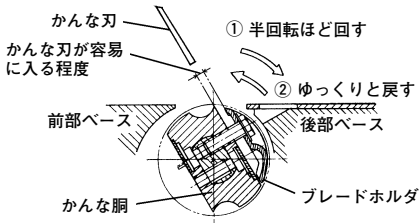

図 11
- (1) かなな刃やかなな胴に付いている削り屑をきれいにふきとります。
- (2) ベルトでかなな胴を図11の矢印①の方向に半回転ほど回し、次に矢印②の方向にゆっくり回して、かなな胴とブレードホルダとの間にすき間をあけます。